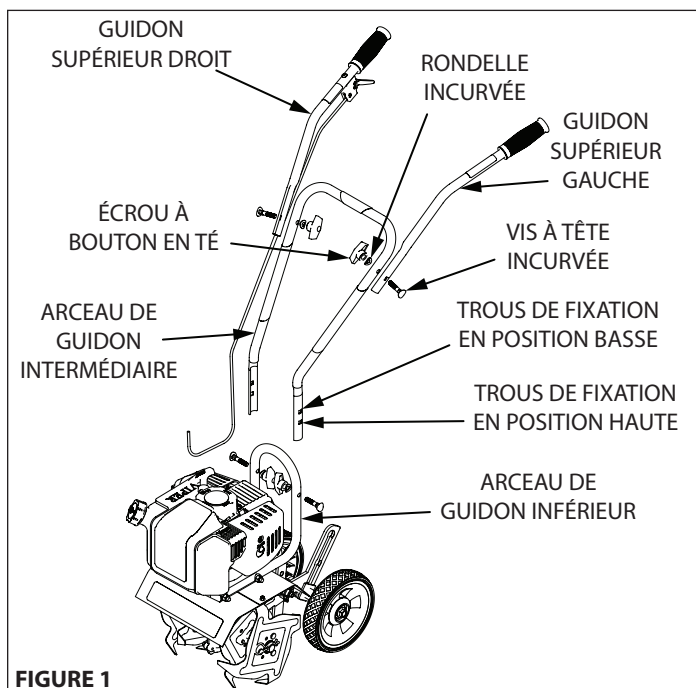

FIGURE 1
2. Avec deux écrous à bouton en té, deux vis à tête incurvée et deux rondelles incurvées, attacher l'arceau de guidon intermédiaire à l'arceau de guidon inférieur, qui est déjà raccordé à la motobineuse. L'arceau de guidon intermédiaire peut être monté en position haute ou basse. **NE PAS** serrer excessivement les écrous à bouton en té. **VOIR FIGURE 1**
3. Attacher les branches droite et gauche du guidon à l'arceau de guidon intermédiaire avec les deux écrous à bouton en té, vis à tête incurvée et rondelles incurvées restants. **VOIR FIGURE 1. NE PAS serrer excessivement les écrous à bouton en té.**